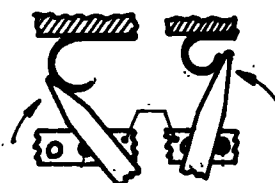

Fig. 6
- b Cambie de posición el husillo y comience a darle forma al borde (fig. 6).